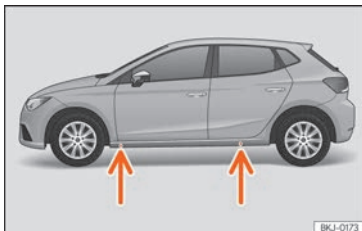

Abb. 191 Aufnahmepunkte für den Wagenheber.
- Suchen Sie am Längsträger die Markierung des Wagenheberaufnahmepunktes (Eindrückung), die dem zu wechselnden Rad am nächsten liegt » » » [Abb. 191].